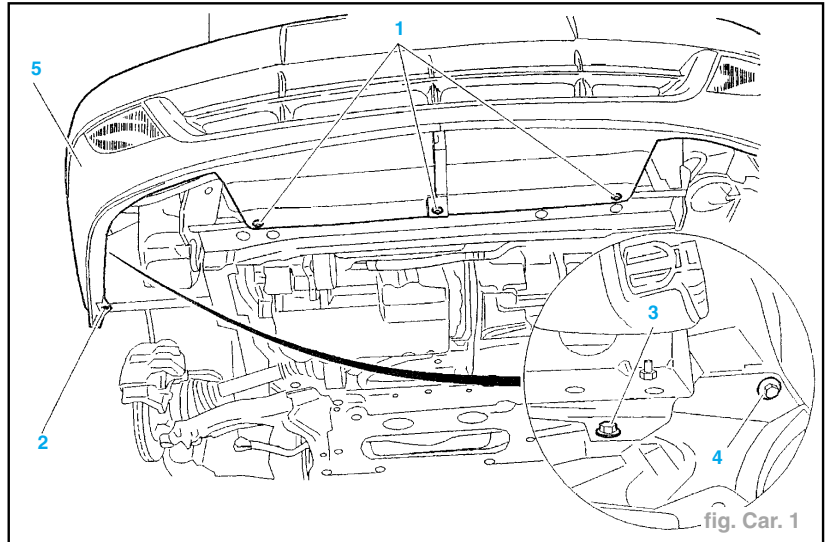

fig. Car. 1
- Déposer (de chaque côté) (fig. Car. 1) :
- les vis (2) (fixation avec le pare-boue),
- les vis (3) et (4) (fixation avec l'aile avant),
- les vis (1) (fixation avec la traverse inférieure),
- le pare-chocs avant (5).